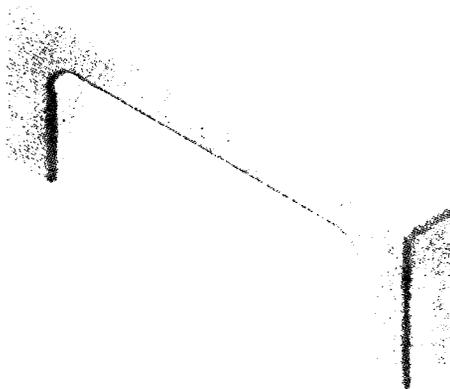

Рис. 14.7. Модель после импорта в Inventor
2. Используйте выпадающий список **Тип файла** для выбора файлов **STEP (*.stp, *.ste, *.step)**. Затем перейдите в папку **Parts\Chapter 14**, выберите файл **c14-01.stp** и откройте его, как показано на рис. 14.7.